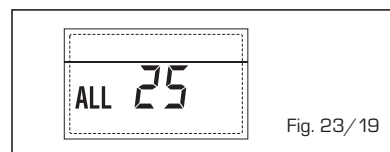

Fig. 23/19
**- ANOMALIA SONDA AUXILIAR (S3) “ALL 26” (fig. 23/20)**